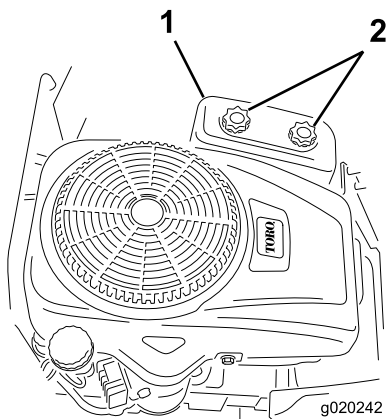

Figure 31
4. Déposez le couvercle du filtre à air en desserrant les 2 boutons (Figure 31).
3. Reposez le couvercle du filtre à air et serrez les deux boutons (Figure 31).